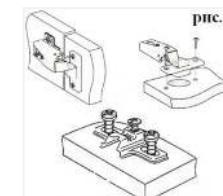

рис.1
- На двери (поз.9,10,11) установите петли на шурупы 4*16мм (см.рис.1).